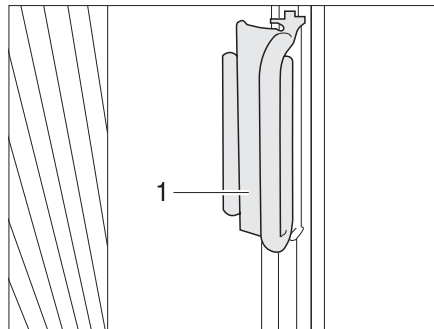

Bild 76 Plisségardiner för förar- och passagerarfönster
- Håll i plisségardinernas handtag (Bild 76,1) och dra dem försiktigt framåt tills magnetlåset håller plisségardinen stängd.
- Skjut handtaget (Bild 76,2) på avsatsen. Plisségardinen är säkrad.